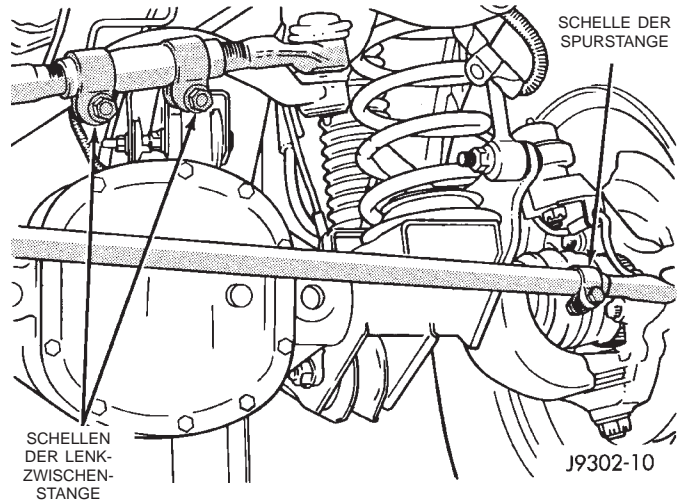
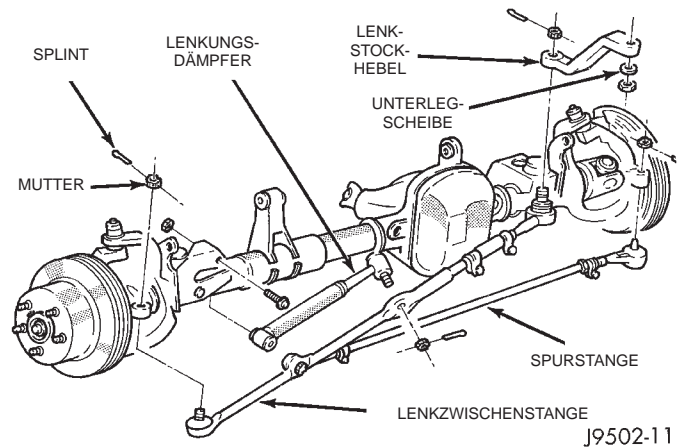

Abb. 3 Anordnung der Schellen an Lenkwischenstange und Spurstange (Linkslenker)
Abb. 4 Lenkgestänge (Linkslenker)
(1) Motor starten und das Lenkrad mehrmals in beide Richtungen einschlagen. Dann die Vorderräder geradeaus stellen. Das Lenkrad in dieser Stellung fixieren. Motor abstellen.
(2) Die Schrauben an der Einstellhülse der Lenkwischenstange und der Spurstange lockern (Abb. 3).
(3) Die Vorspur des rechten Vorderrades mit der Lenkwischenstange einstellen (Abb. 4). Die Einstellhülse so weit drehen, daß der korrekte VORSPURWERT erreicht wird. Die Schrauben an den Schellen der Einstellhülse korrekt positionieren (Abb. 3) und mit folgenden Anzugsmomenten festziehen:
(4) Die Vorspur des linken Vorderrades mit der Spurstange einstellen. Die Spurstange so weit drehen, daß der Sollwert erreicht wird. Die Schrauben an den Schellen der Spurstange korrekt positionieren (Abb. 3) und mit folgenden Anzugsmomenten festziehen: